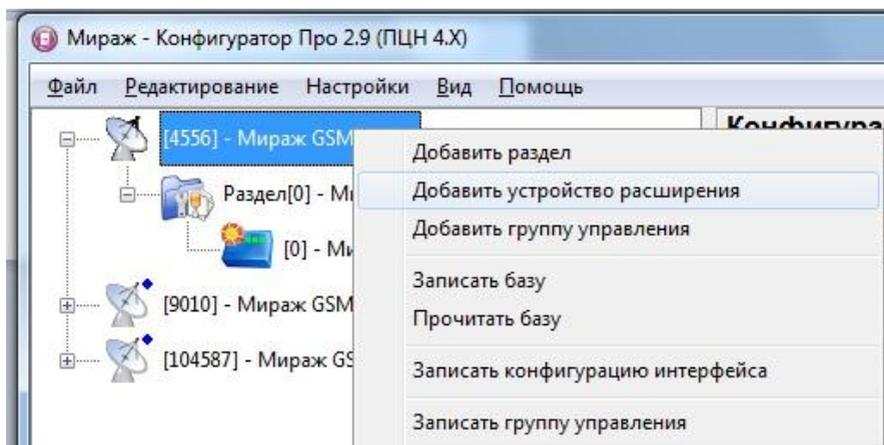

Рис.6 Добавление устройства расширения
**2.3.3.4** Для интеграции с РРОП «Стрелец», необходимо добавить устройство расширения Модуль «Стрелец». Для этого щелкнуть правой кнопкой мыши по устройству и в выпадающем меню выбрать пункт *Добавить устройство расширения* (см. рисунок 6).